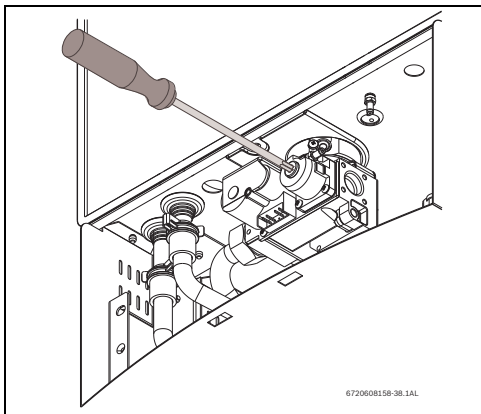

Fig. 49 Ajuste de CO₂ en modo P2
- ▶ Remover la pintura amarilla de precintado/sellado, de la tapa de protección de la parte delantera de la válvula de gas y removerla con una llave Torx nº 40, Fig.49.
- Colocar la tapa de protección de la parte delantera de la válvula de gas, Fig.49.